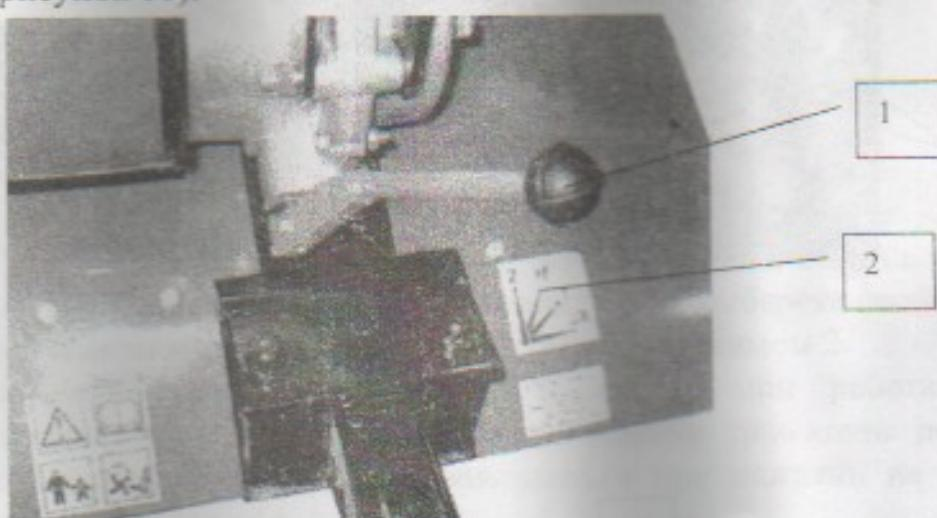

Рисунок 11 – Рукоятка переключения скоростей.
- что рукоятка переключения скоростей 1 находилась в нейтральном положении «Н» по схеме 2 (рисунок 11).
Переведите рукоятку переключения скоростей в положение «1» (рисунок 11).